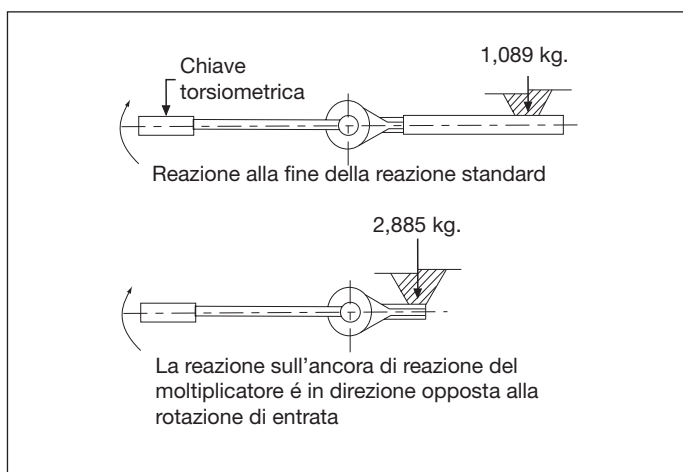
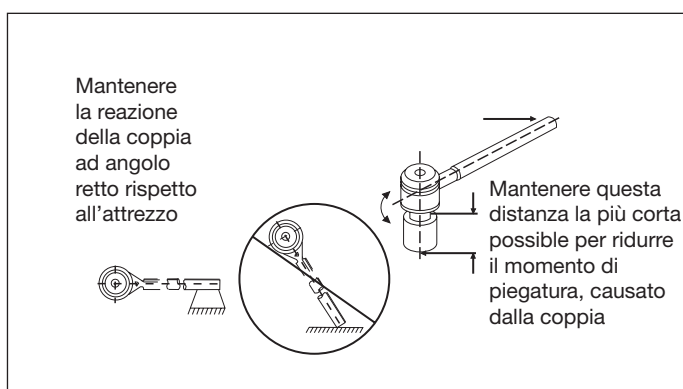

Figura 5, Le forze di reazione aumentano vicino al moltiplicatore
Figura 6, Minimizzare i momenti di piegatura creati dalla reazione del moltiplicatore di coppia
5. **Aumento della durata in esercizio del moltiplicatore di coppia.** Mantenere la distanza di coppia minima possibile tra l'uscita del moltiplicatore di coppia (Figura 6) ed il sistema di bloccaggio che viene indirizzato. Mantenere la distanza maggiore possibile tra il moltiplicatore di coppia ed il punto di reazione (Figura 5).
5. Stringere usando una chiave torsiometrica. Determinare il giusto momento di entrata richiesto (fare riferimento alla piastra dei dati di coppia sull'attrezzo) o fare riferimento alla sezione 4.0 Tabelle delle Specifiche. La precisione della coppia di uscita richiede una chiave torsiometrica precisa in serie con il moltiplicatore di coppia. Applicare la coppia con la chiave torsiometrica fino a che si raggiunge la coppia di entrata desiderata (Figura 5).
5. Aumentare la durata in esercizio dell'attrezzo ed aumentare la sicurezza dell'ambiente di lavoro portando la reazione del momento il più possibile verso l'esterno sull'ancora di reazione per quanto sia possibile (Figura 5).
3. Scegliere un punto fermo di ancoraggio per minimizzare la deflessione. Controllare dove si verificheranno le forze di reazione (per esempio contro una flangia oppure un bullone adiacente). NOTA: Questo punto deve sopportare le forze di reazione dell'attrezzo che crea il momento. Esempio: un moltiplicatore di coppia di 1500 kgm, con la reazione vicino all'estremità della testa di ancoraggio (Figura 5), produce una forza di reazione di 2900 kg. Ridurre la forza di reazione a 1090 Kg spostando il punto di reazione verso l'estremità della piastra/barra di reazione. Mantenere il punto di reazione tangente alla rotazione dell'uscita del momento per impedire forze di reazione aumentate (figure 6 e 7).